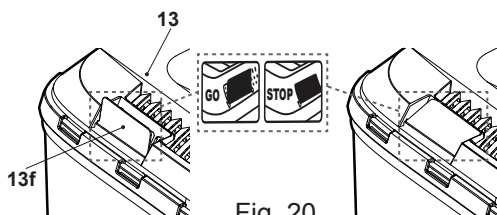

Fig. 19
- > Quando a escotilha (13f) está aberta (durante o funcionamento), resta volume suficiente no recipiente de recolha de relva (13) para recolher relva com eficácia (Fig. 19).